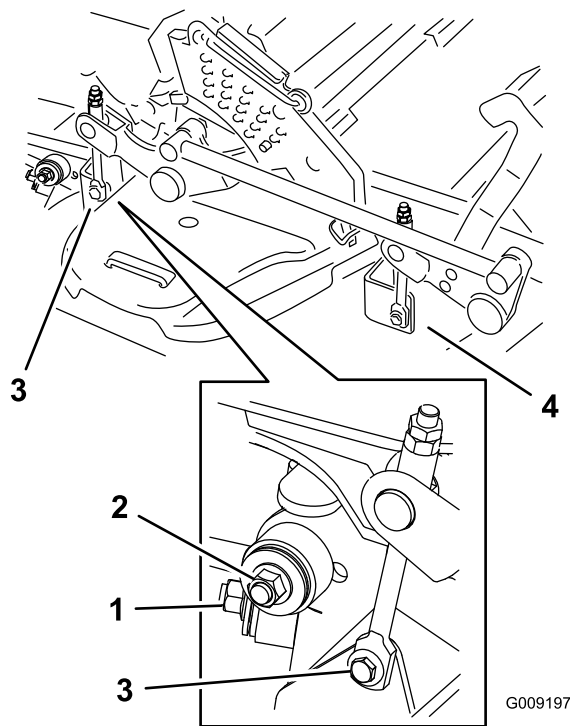

Bild 96
8. Entfernen Sie die Schrauben an beiden Seiten des Mähwerks (bewahren Sie sie auf), wie in Bild 96 dargestellt.